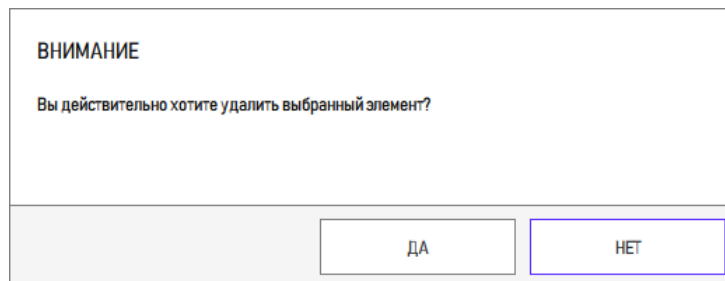

Рисунок 24 – Удаление элемента классификатора
- 3) Для подтверждения действия нажать кнопку «Да» (рисунок 24).